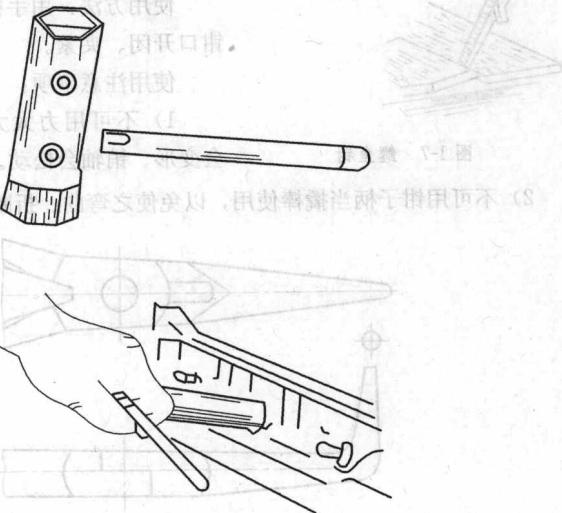

图 1-6 火花塞套筒扳手
(6) 管子扳手。管子扳手主要用于扳转金属管子或其他圆柱工件。管子扳手口上有牙，工作时会将工作表面咬毛，故应避免用来拆装螺栓、螺母。
(7) 火花塞套筒扳手(见图1-6)。火花塞套筒扳手是一种薄壁长套筒，用手拆除火花塞的专用工具。使用前，应根据火花塞六角对边的尺寸，选用内六角对边尺寸与其相同的火花塞套筒。拆卸时，套筒应对正火花塞六角头套接妥当，不可歪斜，然后再逐渐加大扭力，以防滑脱。